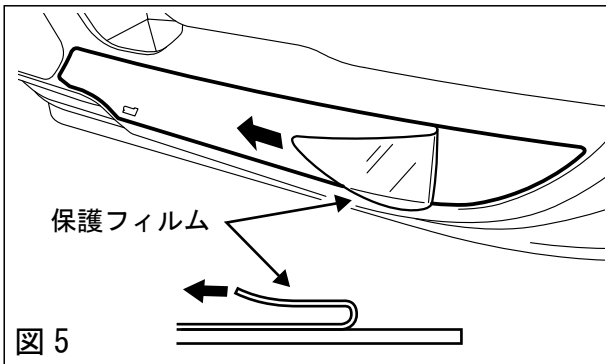

図 5
- 4) プロテクター表面の保護フィルムを剥がします。保護フィルムは、180度方向にゆっくり引くように剥がすと製品が剥がれ(浮き)にくくなります。(図5)